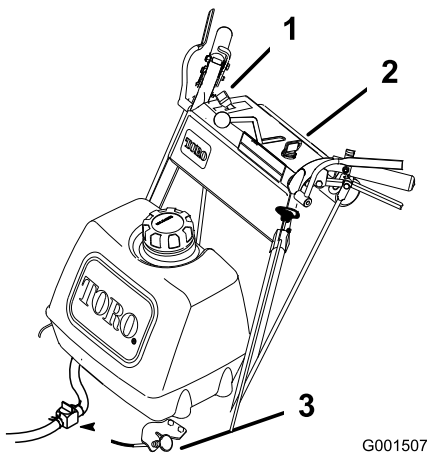

Figura 9
11. Mueva el mando del estárter a la posición de desconectado a medida que el motor se caliente (Figura 9).
1. Mueva la palanca del acelerador a lento (Figura 9).